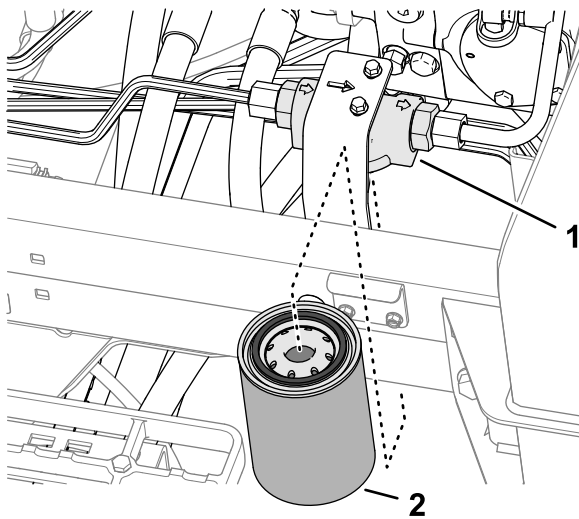

Figure 103
3. Placez un bac de vidange sous le filtre de charge, sur le côté gauche de la machine (Figure 103).